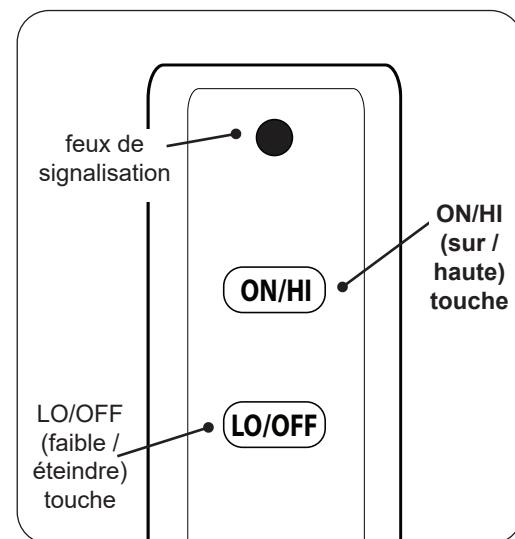

Fig. 40-1 Détail télécommande
- Localiser la télécommande et appuyez sur le touche **ON/HI** (voir Fig. 40-1). La séquence d'allumage commence.